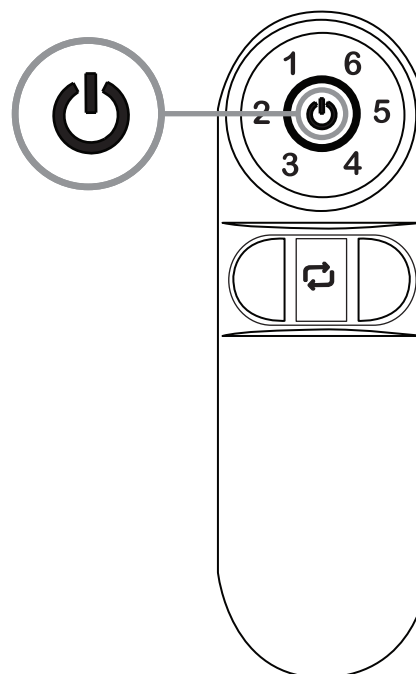

Figure 14
Étape 2. Soulevez l'anneau décoratif et alignez les quatre languettes avec les quatre gorges du carter du moteur. Une fois alignées, faites glisser l'anneau décoratif vers le haut au niveau du carter du moteur jusqu'à ce qu'il soit bien ajusté. (Fig. 14)